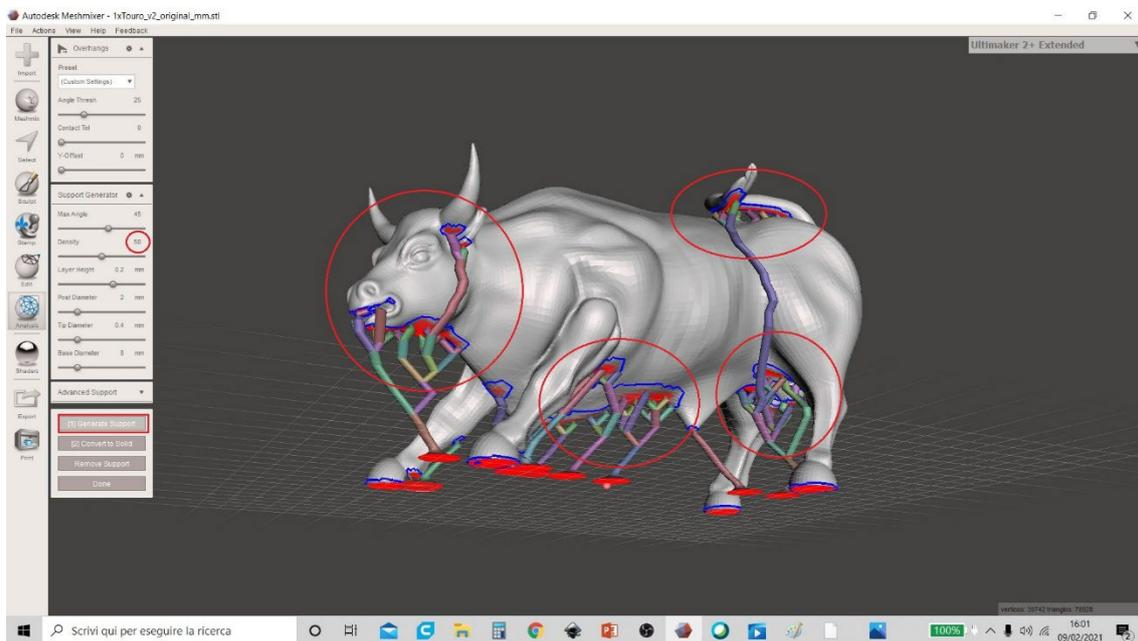

Figura 32 Meshmixer
7. La Figura 32 Meshmixer mostra invece una densità del supporto al 50% (la differenza con una densità al 100% in termini di materiale utilizzato è evidente).